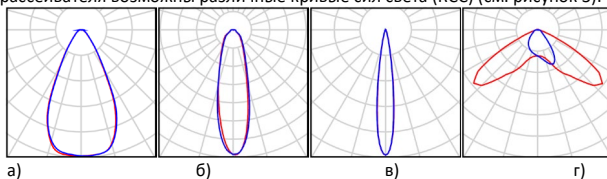

Рисунок 3: а) Линза Г (60°), б) Линза К1 (30°), в) Линза К2 (15°); г) Линза Ш (135°x70°).
3.5. В зависимости от типа рассеивателя возможны различные кривые сил света (КСС) (см. рисунок 3).